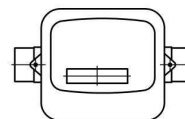
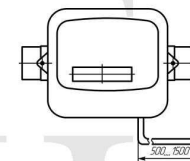

Рисунок 1
Рисунок 2
- без импульсного выхода и с импульсным выходом (рисунок 1 и рисунок 2).